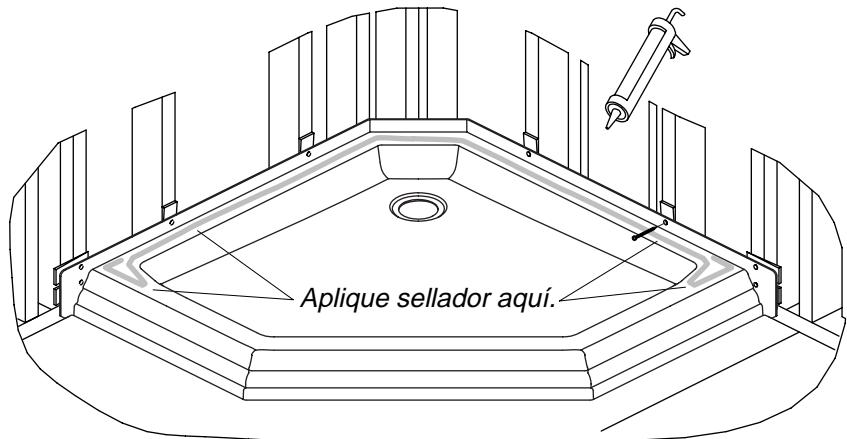

Figura 2
- Acuñe la base según sea necesario en cada uno de los postes restantes y termine de clavar la base en los orificios taladrados. (Figura 2)
- Fije listones de empotrar a los postes para asegurar que la instalación del panel mural esté segura y nivelada. (Figura 2)